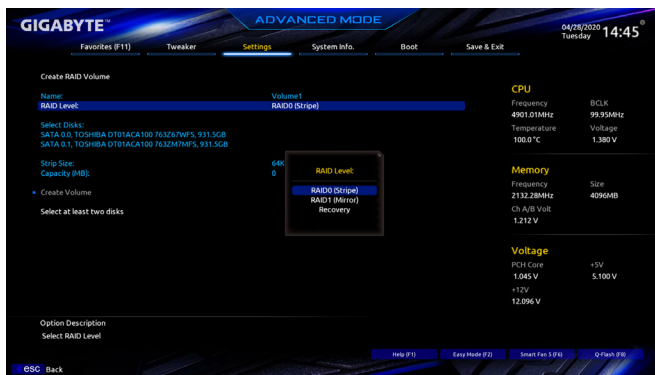

图8
在「Intel(R) Rapid Storage Technology」画面时,请在「Create RAID Volume」选项按<Enter>键,进入「Create RAID Volume」画面,首先在「Name」选项自定义磁盘阵列名称,字数最多可至16个字母但不能有特殊字符,设置好后按<Enter>键。接着使用下键移动至「RAID Level」选项选择要制作的RAID模式(图8)。RAID模式选项有:RAID 0、RAID 1、RAID 10及RAID 5(可选择的RAID模式会依据所安装的硬盘总数而定)。选择好RAID模式后,再按下键移动至「Select Disks」选项。